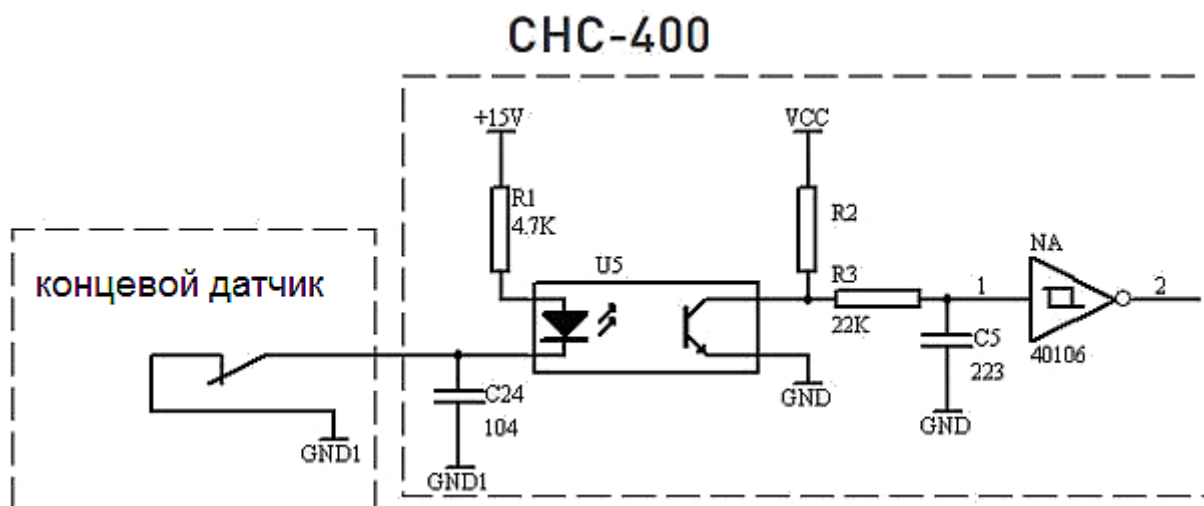

Рис. 9. Подключение концевых датчиков
2. Датчики, подключаемые к контроллеру CHC-400, должны быть нормально замкнуты. Подключение проводить согласно схеме на рис.9.